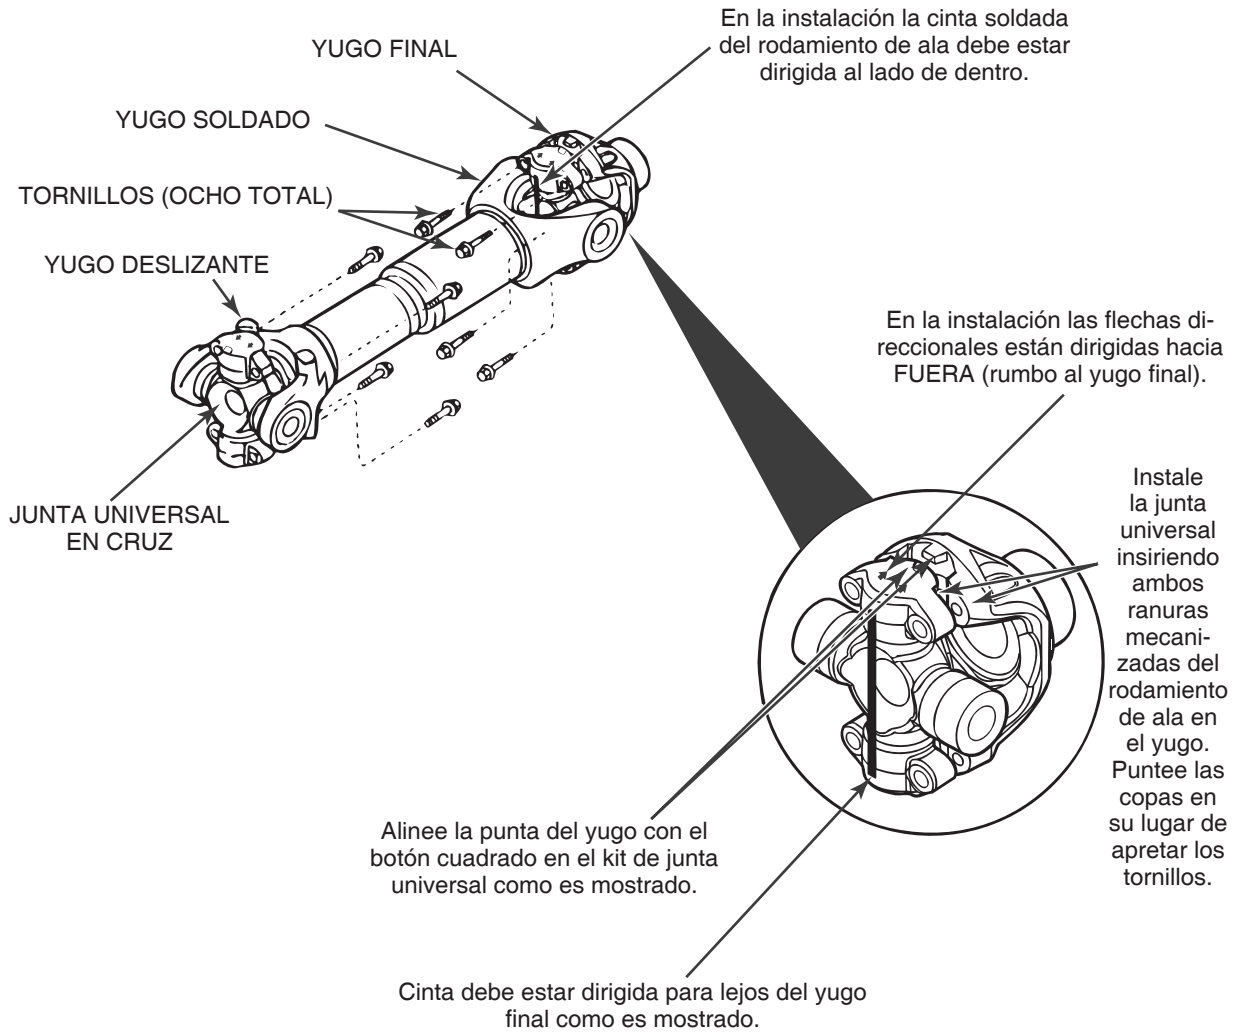

Figura 4.30
1. Limpie suciedad y contaminación del yugo deslizante y orificios de las orejas de los yugos soldados. Figura 4.30.